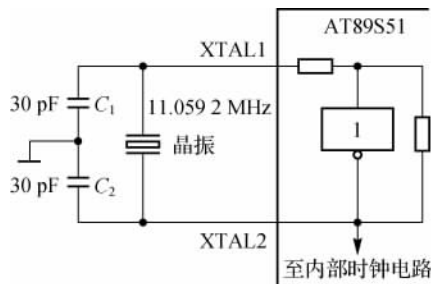

图 1-3 AT89S51 的内部时钟方式电路
(1)内部时钟方式。AT89S51 内部有一个用于构成振荡器的高增益反相放大器,输入端为芯片引脚 XTAL1,输出端为引脚 XTAL2。这两个引脚跨接石英晶体振荡器和微调电容,构成一个稳定的自激振荡器,AT89S51 内部时钟方式的电路如图 1-3 所示。